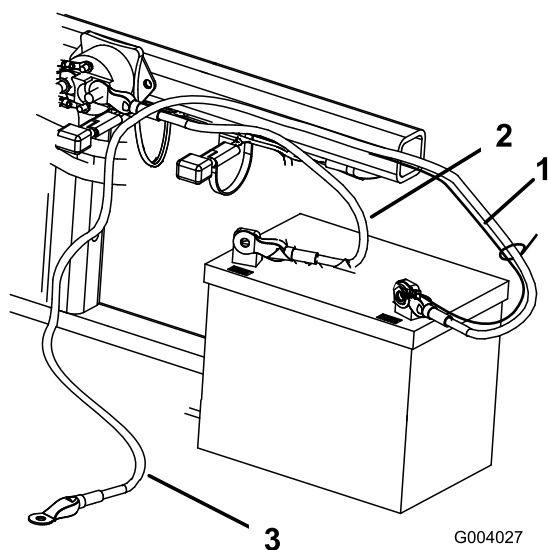

Figura 5
2. Fixe o cabo positivo (vermelho) ao terminal positivo (+) com um parafuso 1/4 x 5/8 pol. e uma porca de bloqueio (Figura 5).
3. Fixe o pequeno cabo preto e o cabo negativo (preto) ao terminal negativo (-) da bateria com um parafuso (1/4 x 1/8 pol.) e uma porca de freio (1/4 pol.) (Figura 5).